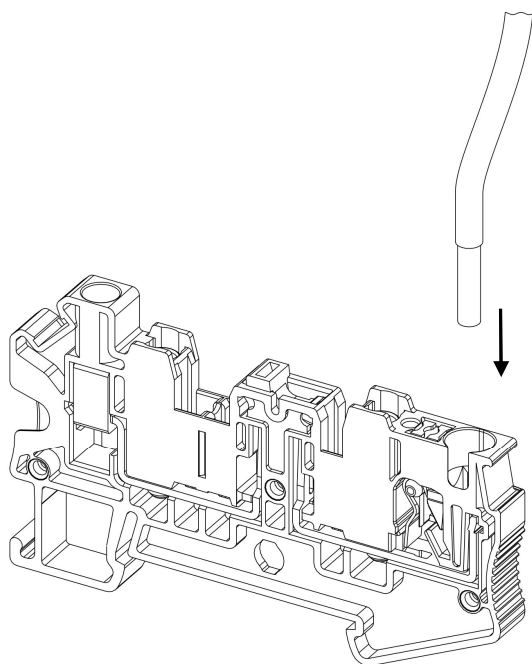
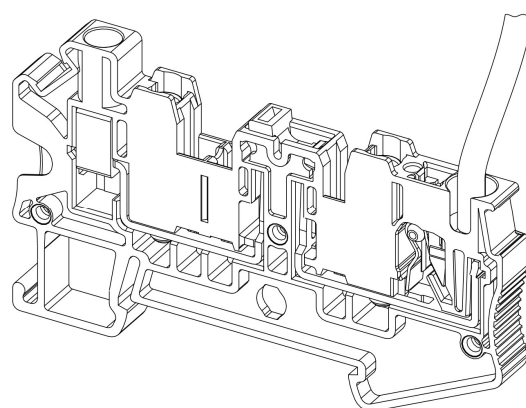

Рисунок 16 – ввод одножильного проводника в точку подключения
Рисунок 17 – одножильный проводник в точке подключения
- Вставьте подготовленный жесткий проводник подходящего сечения до упора в точку подключения (**овальное** отверстие) клеммы (рис. 16; рис. 17).